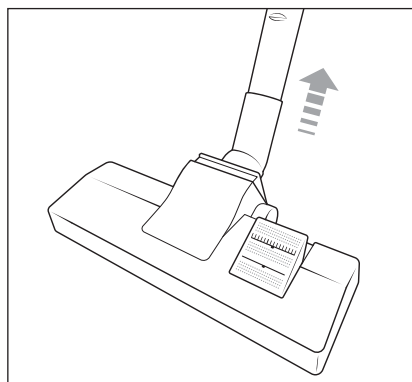

Fig. 7
- ◆ Pentru a îndepărta peria pentru podea **14** de pe țeava de aspirare telescopică **16**, trageți țeava de aspirare telescopică **16** de pe peria pentru podea **14** (a se vedea fig. 7).